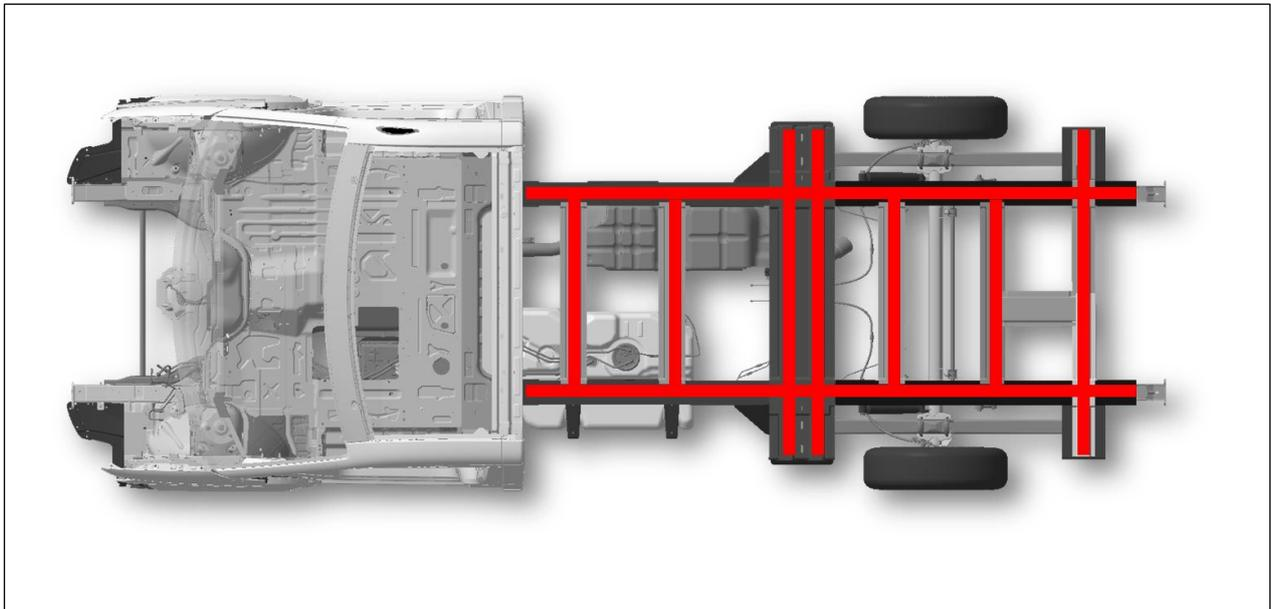

Fig. 3 : Châssis à cadre plat Crafter – Surfaces de collage pour superstructure (schéma de principe de la surface du cadre)
- Le taux de mouillage des surfaces de collage (rouges) doit être d'**au moins 75 %** (voir fig. 3 « Surfaces de collage du Crafter avec châssis à cadre plat pour la carrosserie »).